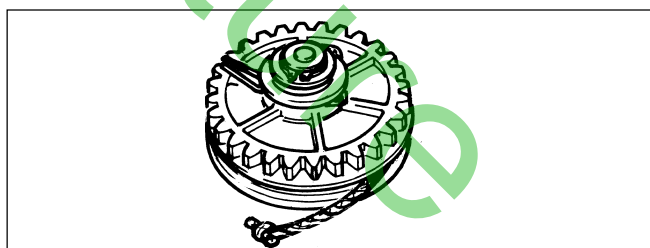

Fig. 12
- Pour une dépose supplémentaire, dévisser la vis centrale de fixation (3) et retirer l'ensemble poulie (voir Fig. 12).